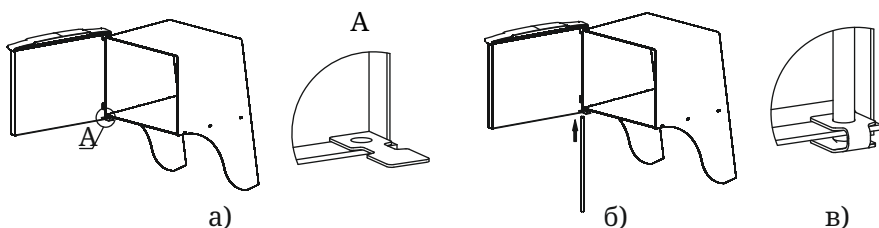

Рисунок 5. Установка дверцы при монтаже печи
2. Установите дверцу на втулки топливного канала, совместив отверстия (рисунок 5.а);
3. Совместите отверстие упора с нижним отверстием каркаса, при этом упор должен располагаться внутри каркаса (рисунок 5.а);
4. Вставьте ось через отверстия снизу вверх (рисунок 5.б),
5. Подогните упор, фиксируя конец оси между площадками упора (рисунок 5.в).